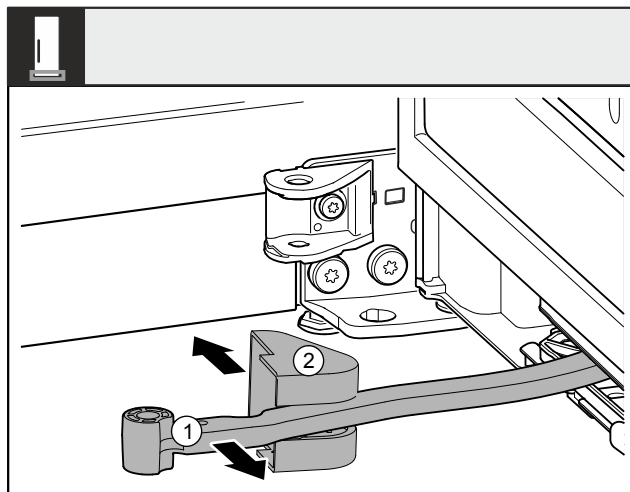

Fig. 10
- ▶ Okrenite zglob Fig. 10 (1) u smjeru vrata.
- ▶ Skinite pokrov podloška ležaja Fig. 10 (2).